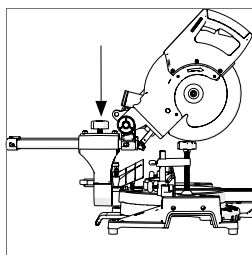

Fig. 24
- Serrer la vis de verrouillage du chariot. **(Fig. 24)**